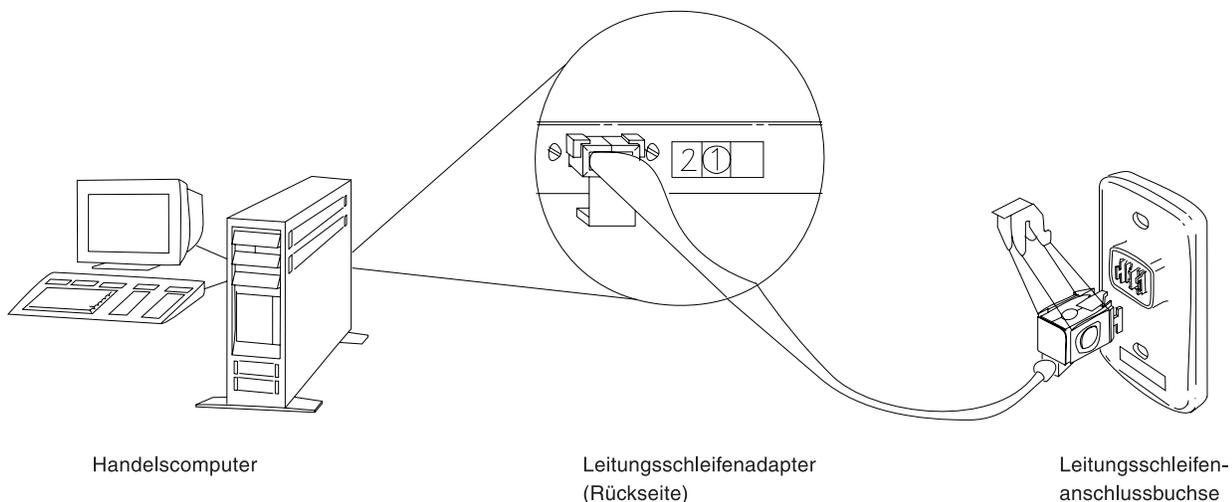
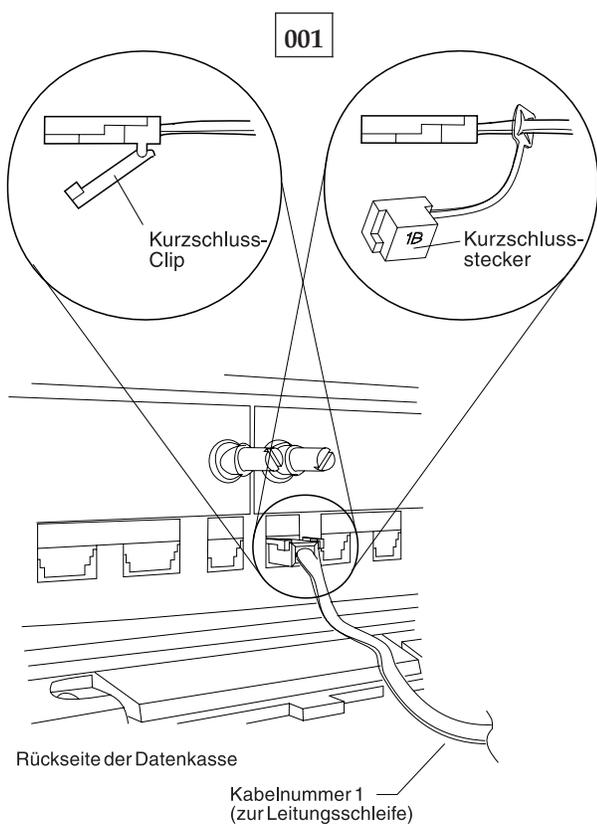

Abbildung 24. Leitungsschleifenadapter des Handelscomputers und Leitungsschleifenanschlussbuchse
Abbildung 25. Leitungsschleifenkabel 1 für Datenkasse Mod1 und Kurzschluss-Stecker 1B
Sicherstellen, dass das Leitungsschleifenkabel an die Leitungsschleifenbuchse der Datenkasse angeschlossen ist, an der Nachricht U003 erscheint, und dass das andere Ende des Kabels an die Leitungsschleifenanschlussbuchse angeschlossen ist. Siehe Abb. 24 auf Seite 460 und Abb. 25 auf Seite 460.
- Diese Datenkasse Mod1 von der Leitungsschleife trennen, indem das Leitungsschleifenkabel aus der Leitungsschleifenanschlussbuchse herausgezogen wird. Siehe Abb. 24 auf Seite 460.